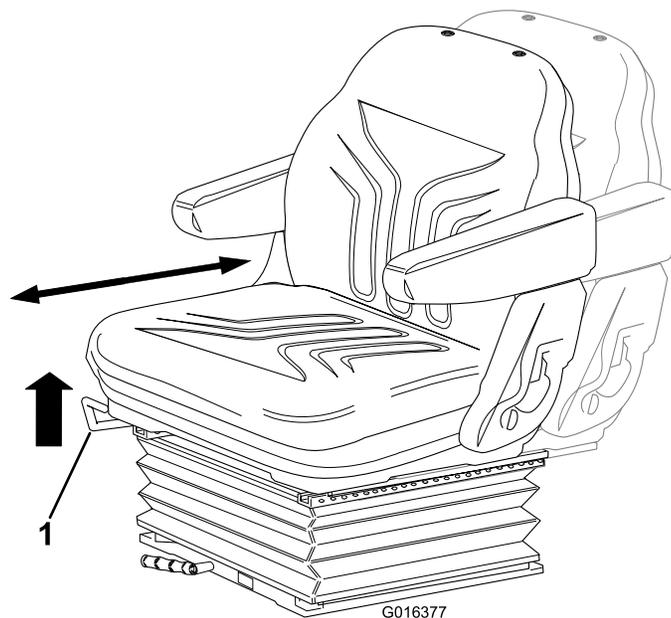

Bild 11
- **Verstellen nach vorne und hinten:** Schieben Sie den Hebel nach oben, um den Sitz nach vorne oder hinten zu verstellen. Wenn Sie den Hebel wieder loslassen, rastet der Sitz in der gewünschten Stellung ein (Bild 11).